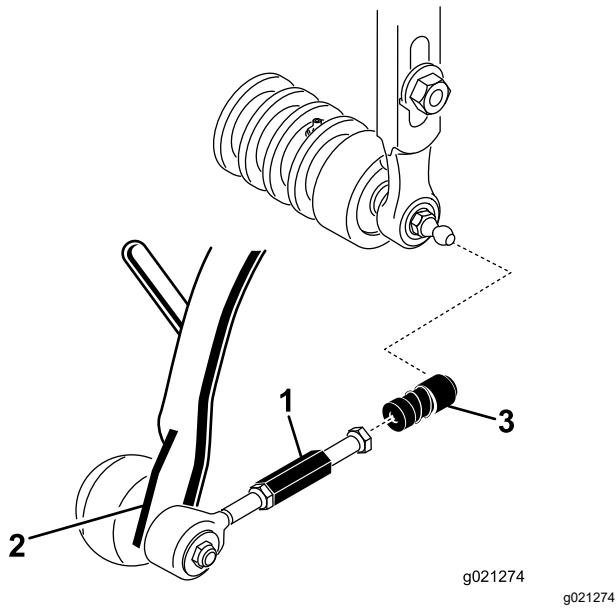

Bild 8
- Schieben Sie die Hülse an jeder Kugellageraufnahme zurück und haken Sie die Aufnahme in den Kugelbolzen der Schneideeinheit ein (Bild 8).